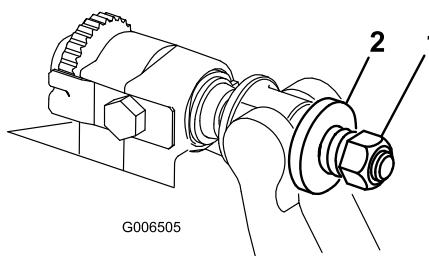

Figura 28
- Serrate il dado di tensione della molla finché la molla non si piegherà, quindi allentate di 1/2 giro (Figura 28).